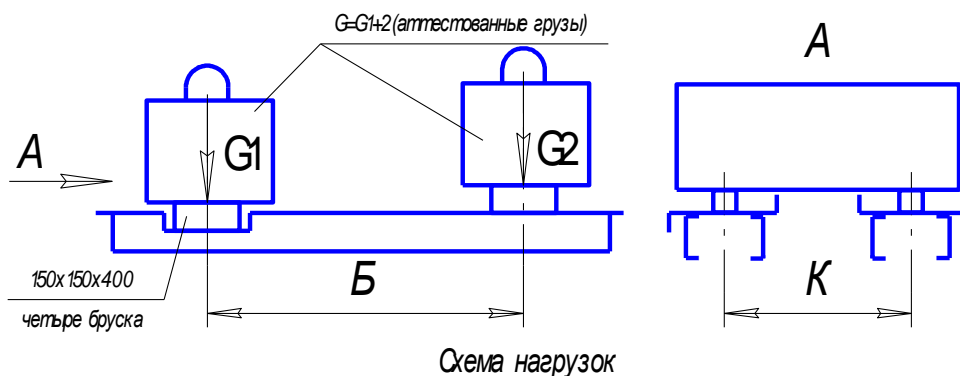

Рис. 6. Схема испытательных нагрузок.
- установить груз $G=4000 \times 1,25=5000$ кг согласно схеме приложения испытательных нагрузок (см. рис.6), где $G1=3000$ кг, $G2=2000$ кг, $B=2940$ мм, $K=1400$ мм и выдержать в течение 10 минут;